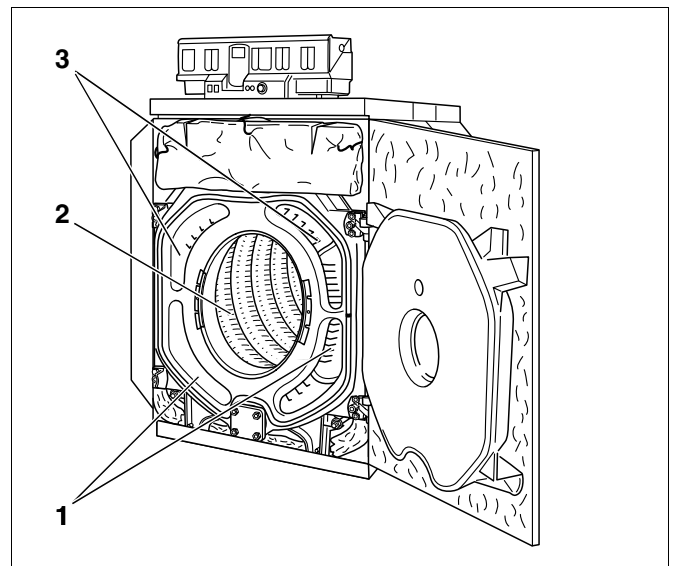

Рис. 74 Чистка газоотводящих каналов
- Газоотводящие каналы следует прочищать щетками 1 и 2 спереди назад (рис. 74, поз. 1 и 3).
- Остальные поверхности топочной камеры (рис. 74, поз. 2) чистят щеткой 2.